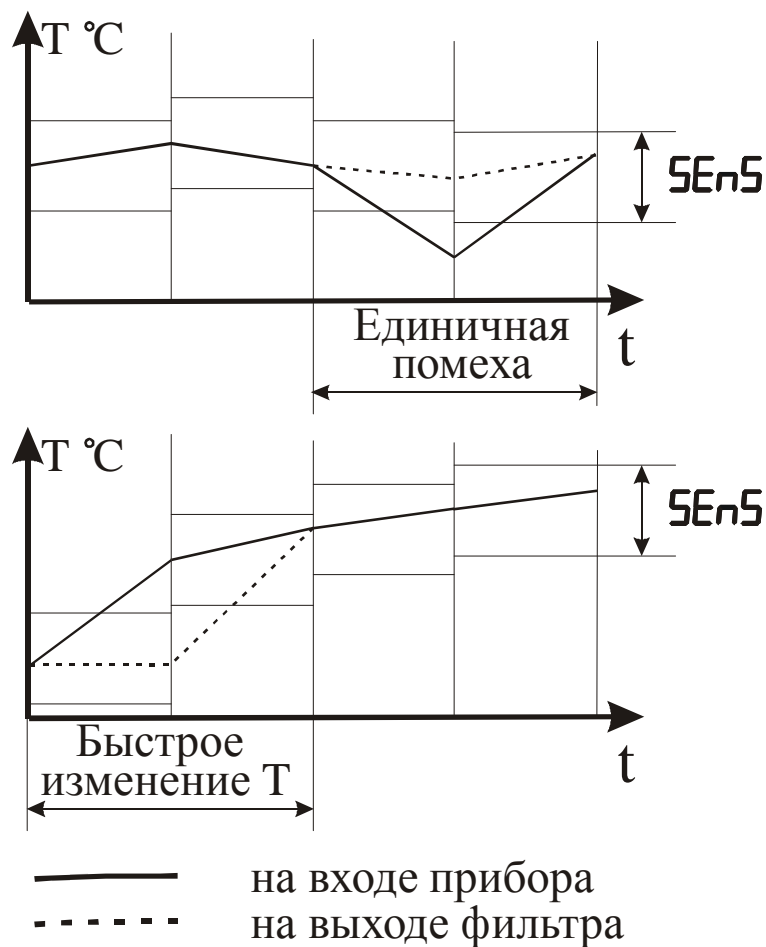

Рисунок 3.10 – Работа фильтра при воздействии случайной помехи и быстром изменении сигнала
3.3.3.7 С целью уменьшения влияния случайных импульсных помех на показания в прибор введена цифровая фильтрация. Работа фильтра описывается параметром “Полоса фильтра”. Если текущее значение температуры отличается от результатов предыдущего измерения на значение, которое превышает указанное в параметре “Полоса фильтра”, то проводится повторное измерение температуры, а на индикаторе остается старое значение (см. рисунок 3.10). О повторном измерении свидетельствует мигание светодиодного индикатора “К” зеленого свечения по соответствующему каналу.